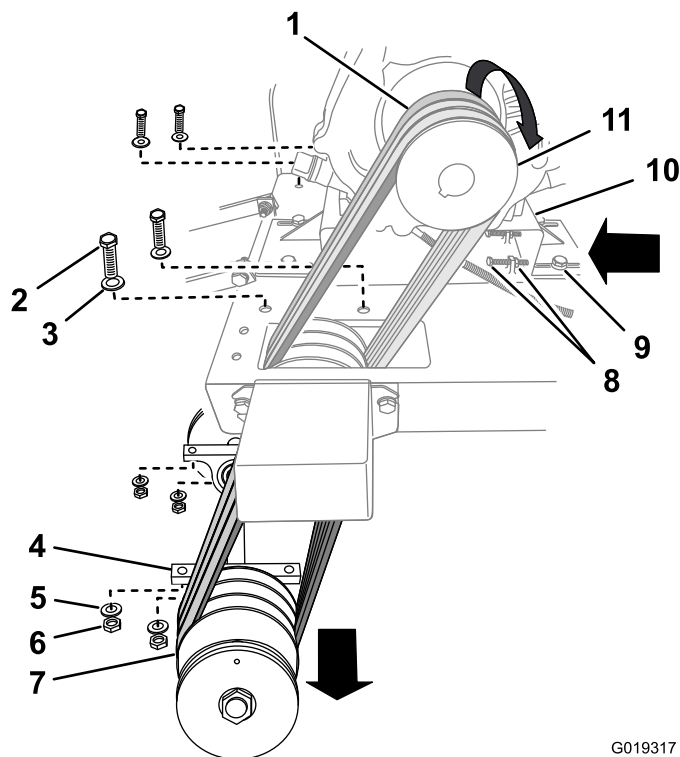

Figure 56
- A. Soutenez l'arbre de lame, et déposez les boulons, rondelles et écrous qui fixent les paliers de l'arbre au bas de la base de la machine (Figure 56).
- B. Glissez les courroies par-dessus la poulie de l'arbre d'entraînement (Figure 56).
- C. Déposez l'arbre et les courroies de la base de la machine (Figure 56).
- A. Alignez les courroies neuves (ou une combinaison de courroies neuves et réparables) sur la poulie d'arbre (Figure 56).
- B. En passant sous la base de la machine, acheminez les courroies dans l'ouverture de la poulie d'arbre et alignez les paliers d'arbre sur les trous de fixation dans la base (Figure 56).
- D. Glissez les courroies par-dessus la poulie de l'arbre d'entraînement (Figure 56).